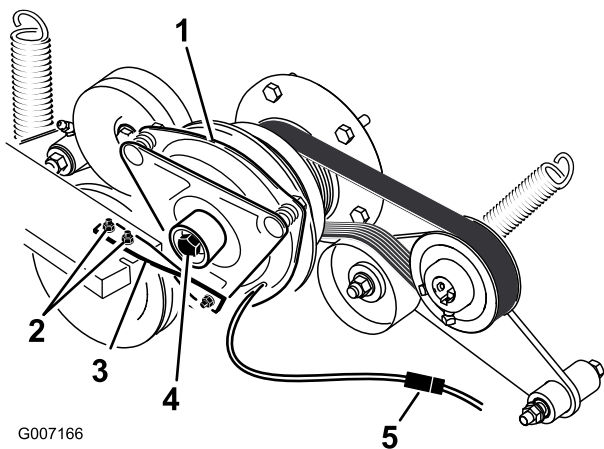

Figura 62
5. Desligue a ligação elétrica para a embraiagem (Figura 62).
6. Retire os parafusos que fixam a fita de borracha da embraiagem à estrutura do cortador (Figura 62).
7. Retire o parafuso central que fixa a embraiagem ao eixo do motor e retire a embraiagem e a chave (Figura 62).
14. Enquanto segura a árvore de cames na parte de trás da máquina, instale o parafuso central e aperte-o com 68 N m (Figura 62).
15. Instale a fita de borracha da embraiagem na estrutura do cortador com os 2 parafusos e porcas previamente removidos (Figura 62).
17. Ligue a ligação elétrica para a embraiagem (Figura 62).